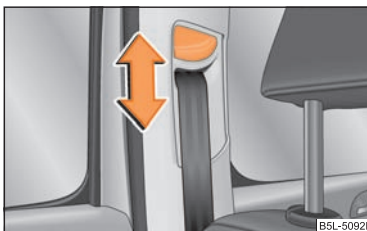

Fig. 127 Scaun față: Reglarea pe înălțime a centurii
- Împingeți dispozitivul în poziția dorită în sus sau în jos ⇒ fig. 127.